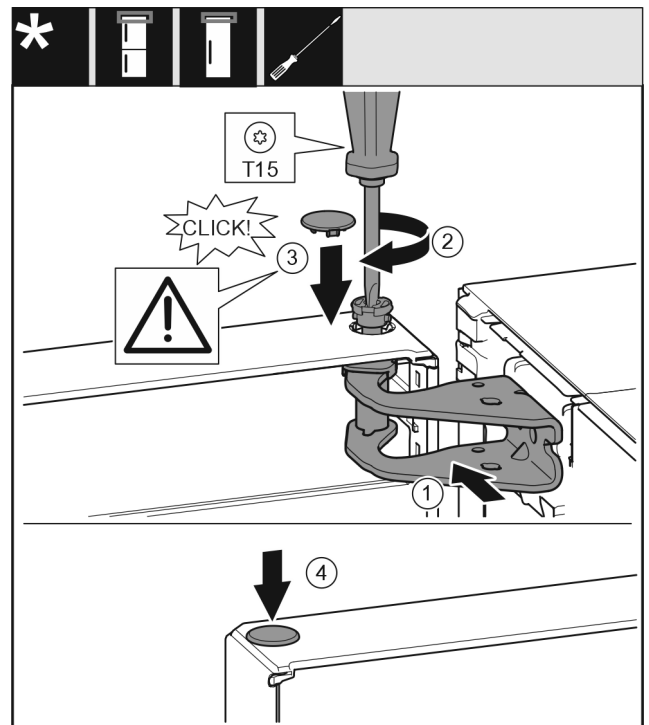

Fig. 19
- ▶ Igazítsa be az ajtót felül a csapágybak nyílásához. Fig. 19 (1)
- ▶ Helyezze be a csapot, és húzza meg a T15 csavarhúzóval. Fig. 19 (2)
- ▶ Szerelje fel az ajtót biztosító biztonsági fedelet: Helyezze be a biztonsági fedelet, és ellenőrizze, hogy felfekszik-e az ajtóra. Egyébként teljesen helyezze be a csapszeget. Fig. 19 (3)
- ▶ Helyezze be a dugót. Fig. 19 (4)